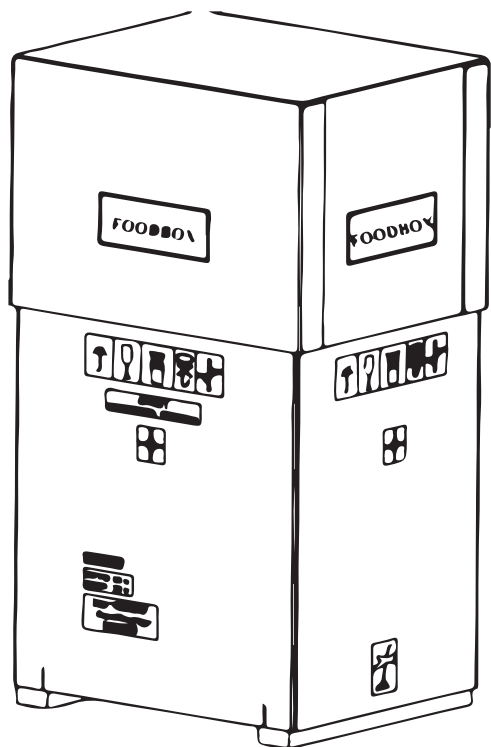

Рисунок 10 - Распаковка модуля
- снимите транспортную упаковку с модуля и удалите упаковочный материал (см.рис.10);